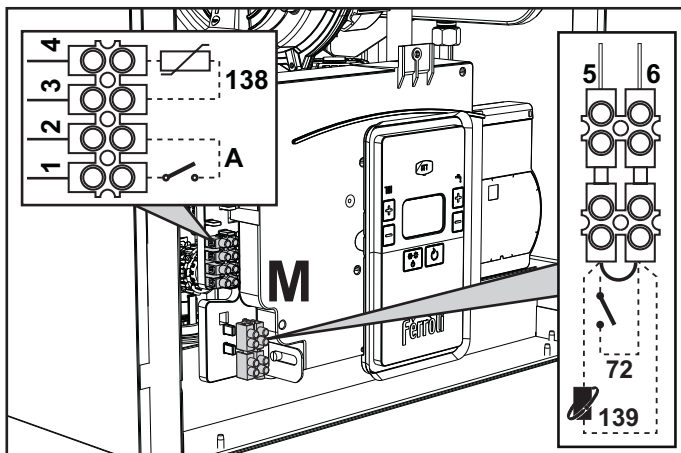
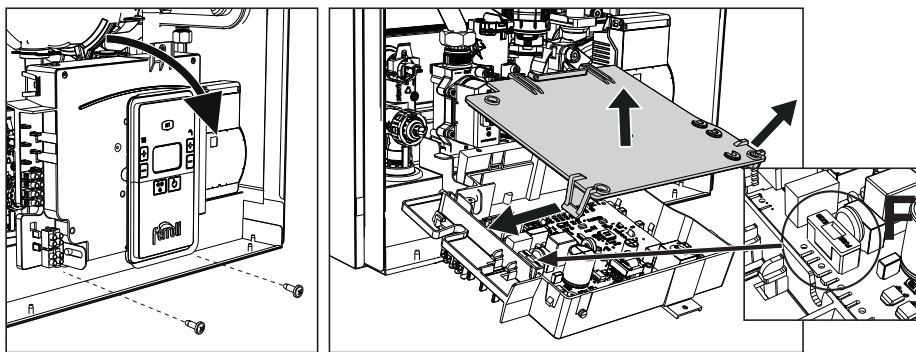

fig. 18
fig. 19
Dopo aver tolto il pannello frontale (sez. "Apertura del pannello frontale" a pag. 33) è possibile accedere alle morsettiere (M) e al fusibile (F) seguendo le indicazioni descritte di seguito (fig. 18 e fig. 19). I morsetti indicati nella fig. 18 devono essere a contatti puliti (non 230V). La disposizione dei morsetti per i diversi allacciamenti è riportata anche nello schema elettrico alla fig. 45.
Configurazione Interruttore ON/OFF (A fig. 19)